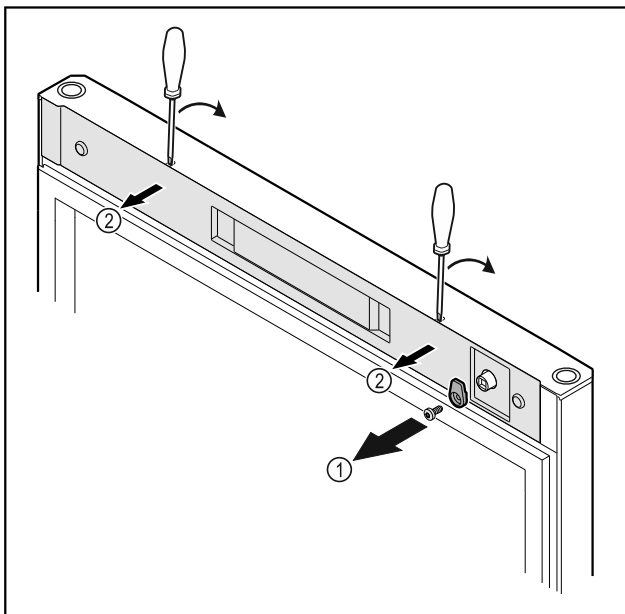

Fig. 8
- ▶ Ξεβιδώστε το άγκιστρο κλεισίματος Fig. 8 (1).
- ▶ Ξεκουμπώστε το κάλυμμα Fig. 8 (2) με ένα μικρό κατασβίδι και αφαιρέστε το.